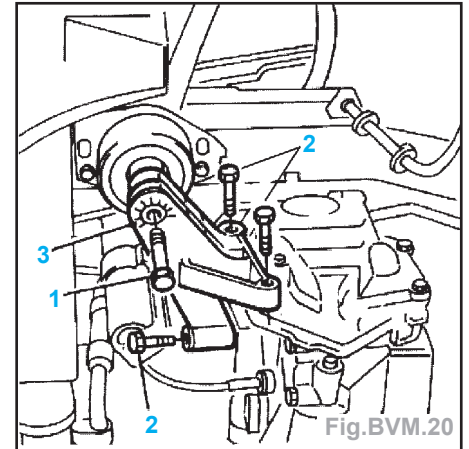

Fig.BVM.20
- Déposer la vis latéral (4) de la cloche d'embrayage.
- Enlever les vis (1 et 2) afin de déposer le support de boîte (3) (Fig.BVM.20).